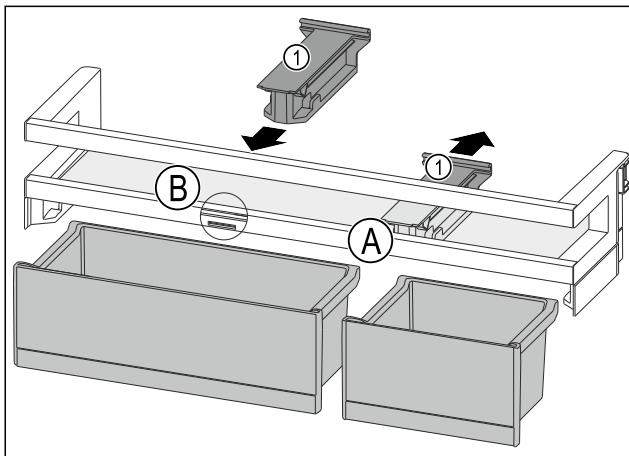

Fig. 122
- ▶ Снимите крепление Fig. 122 (1) в позиции Fig. 122 (A), отодвинув его назад.
- ▶ Установите крепление Fig. 122 (1) в позиции Fig. 122 (B).